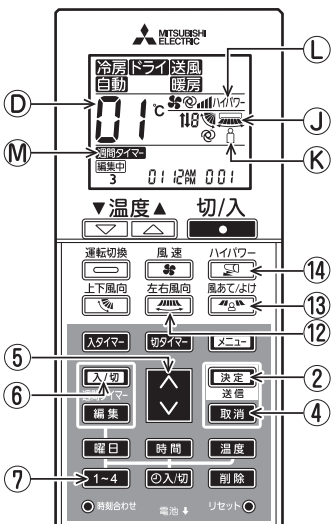

図6-4
2) 【左右風向】機能設定(図6-4) (工場出荷時は[設定番号02])
3) 【風あて/よけ】機能設定(図6-4) (工場出荷時は[設定番号02])
4) 【ハイパワー】機能設定(図6-4) (工場出荷時は[設定番号02])
5) 【週間スケジュールタイマー】機能設定(図6-4) (工場出荷時は[設定番号02])